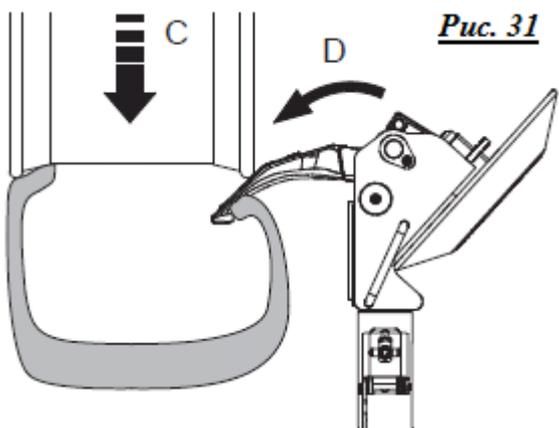

Рис. 31
- Опускайте зажимной узел (рис. 31, с. С) до фиксации инструмента в положении извлечения (рис. 31, с. D).